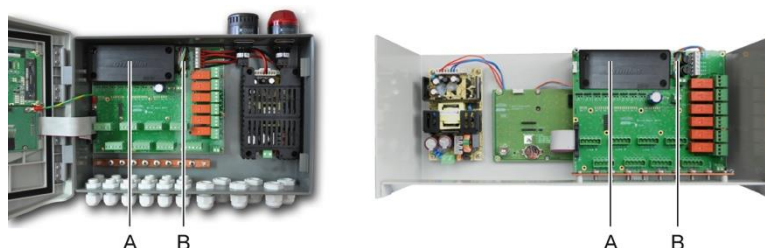

Figure 30 : mise en place du pack batterie.
2. Raccorder le connecteur du pack batterie au connecteur (Figure 30, rep. B) de la carte. Un détrompeur interdit toute erreur de branchement.